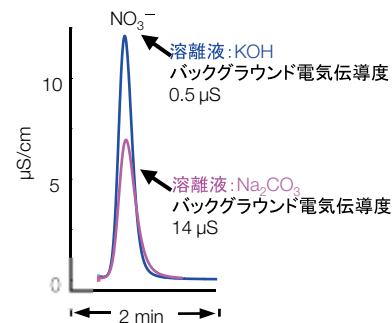

図5: 溶離液の違いによるピーク強度の違い
利点③で説明したように溶離液の違いによりバックグラウンド電気伝導度は異なりますが、バックグラウンド電気伝導度が低いほどベースラインノイズは小さくなります。つまり、バックグラウンド電気伝導度の低い溶離液を使用するとノイズとピークシグナルの比が大きくなるので、定量下限値が低くなります。また、図5に示すように溶離液の種類によりピークシグナルの強度も異なります。陰イオン分析ではNa₂CO₃とNaHCO₃溶離液を用いるより、溶離液ジェネレーターで調製したKOH溶離液を使用したほうが感度が向上することがわかります。